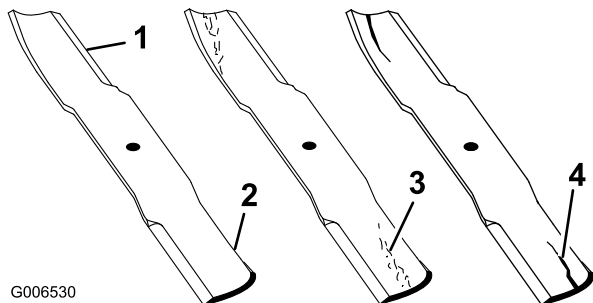

Figure 82
1. Examinez le tranchant des lames (Figure 82).
2. Inspectez les lames, surtout la partie relevée (Figure 82).
Remplacez immédiatement toute lame endommagée, usée ou qui présente une entaille (Figure 82).